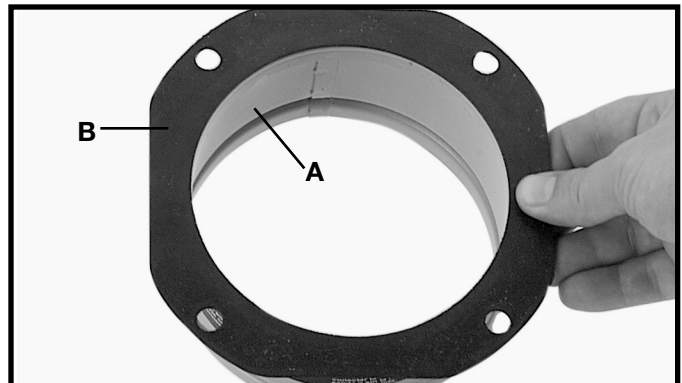

Fig. 5
1. Alinee los agujeros de la brida de la salida (A), Fig. 5, con los agujeros que están en la empaquetadura de la brida de la salida (B).